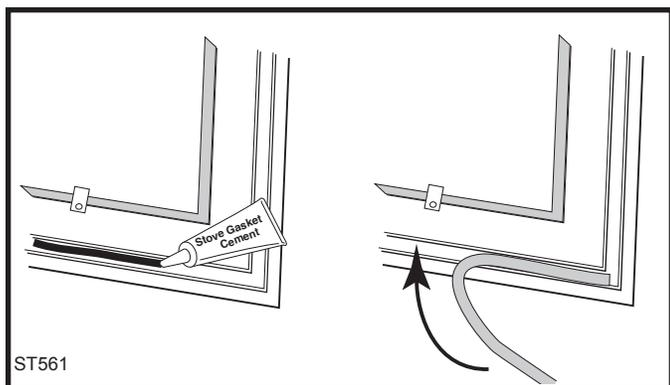

Fig. 45 Étendez un filet de colle à joint et pressez le joint en place.
2. Nettoyez la colle ou les morceaux de joint dans le profilé à l'aide d'une brosse métallique ou de la pointe d'un tournevis. Retirez les dépôts résistants de ciment avec un ciseau à froid, le cas échéant. (Fig. 45)
6. Commencez à une extrémité et pressez le joint dans le profilé. (Fig. 45). Constituez un bon joint à l'endroit où les extrémités se rejoignent avant de couper tout excès. Ne superposez pas les extrémités du joint et ne laissez pas des extrémité effilochées.